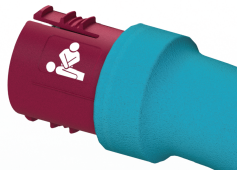

Figura 21 – Conector RCP
1. Pressione as patilhas em ambos os lados do conector RCP. Puxe para fora para desligar o CPR da bomba (Figura 21).